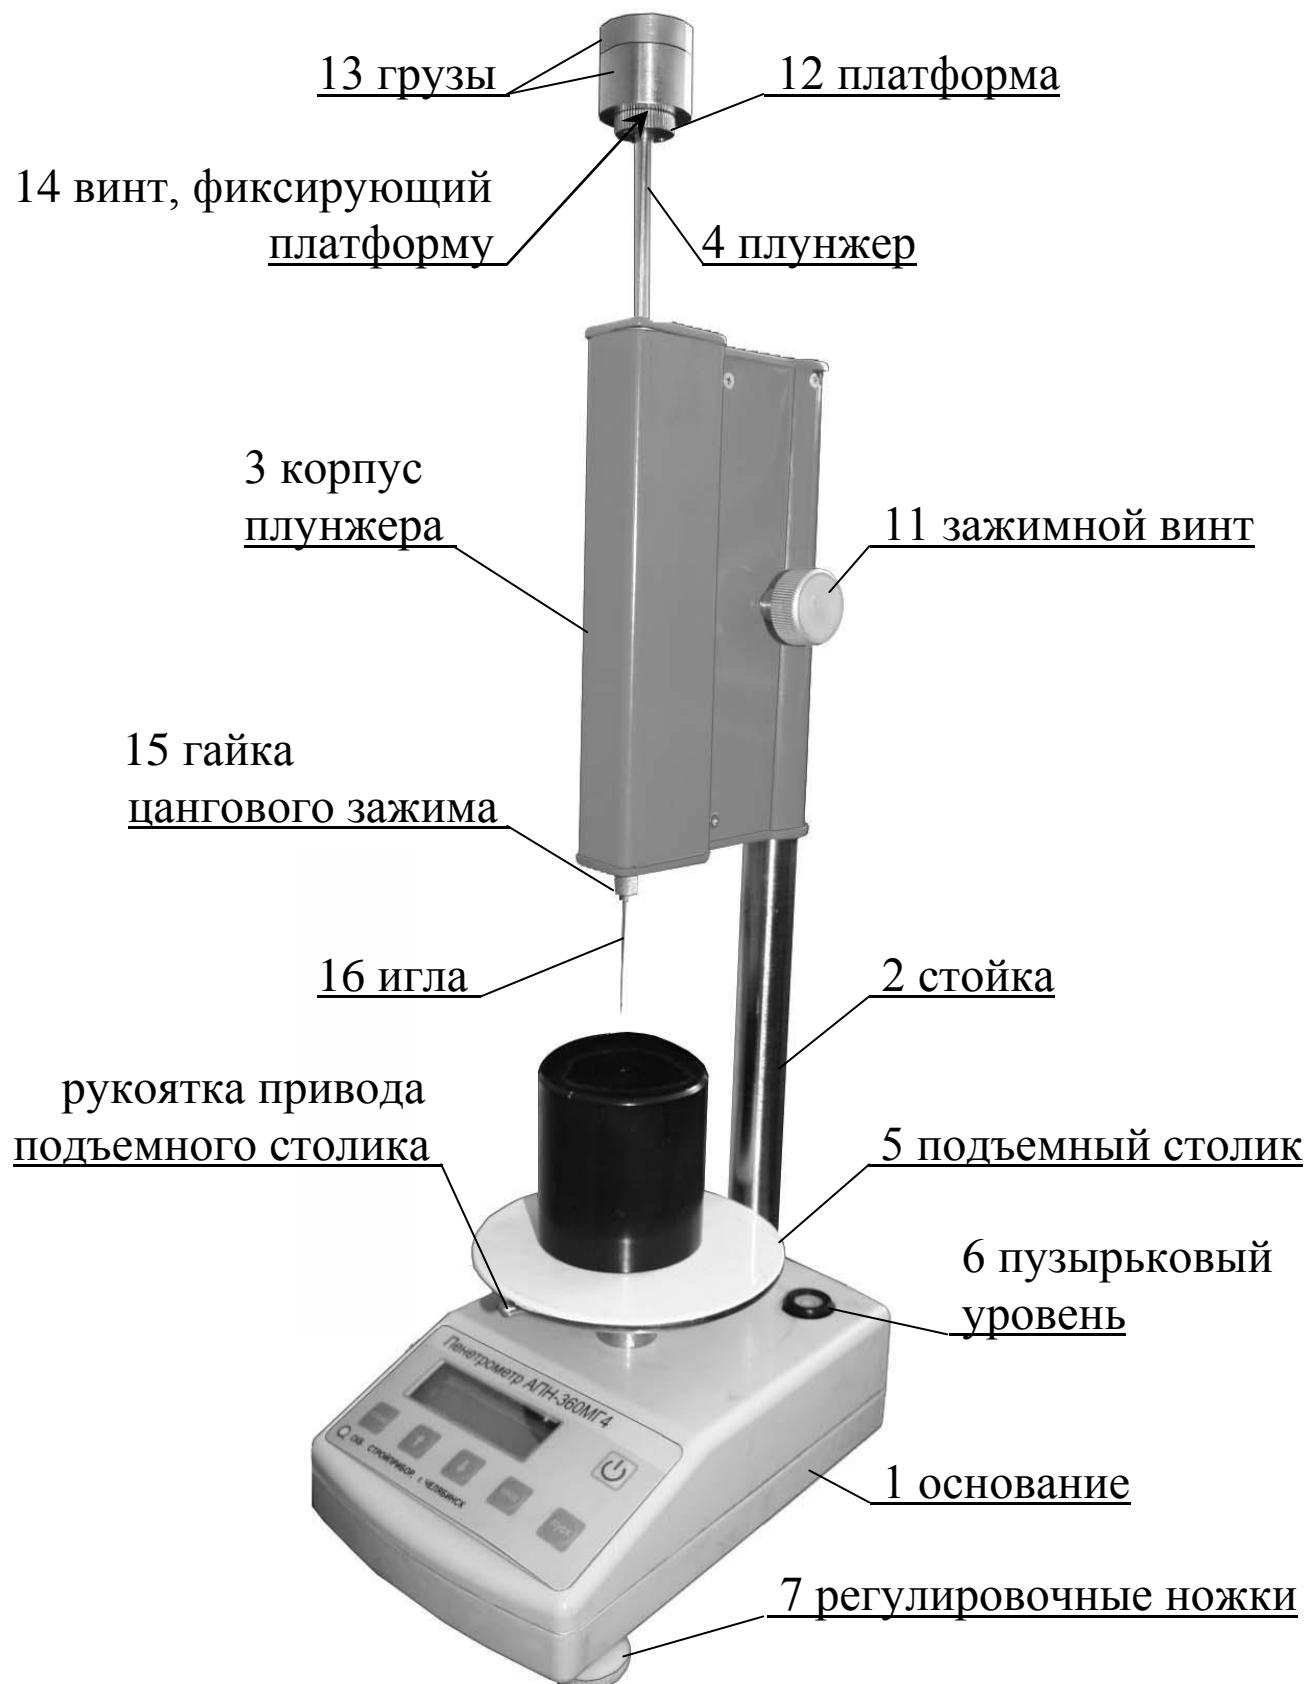

Рисунок 1 - Общий вид прибора АПН-360МГ4
1.4.1.7 На лицевой панели основания размещена (рис. 1) шильд-клавиатура с кнопками управления: **РЕЖИМ**, **ВВОД**,  $\uparrow$ ,  $\downarrow$ , Вкл ( $\odot$ ), **ПУСК**.